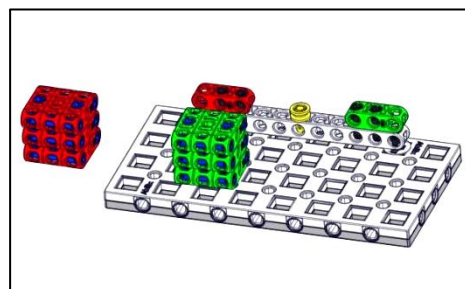

图 4-10-2 完成状态一
4.10.2 机器人把馈电电池完全脱离模型为完成状态一，得 30 分，把满电电池放到红色梁得位置，越过标点即可为完成状态二，得 30 分，如图 4-10-2 所示。